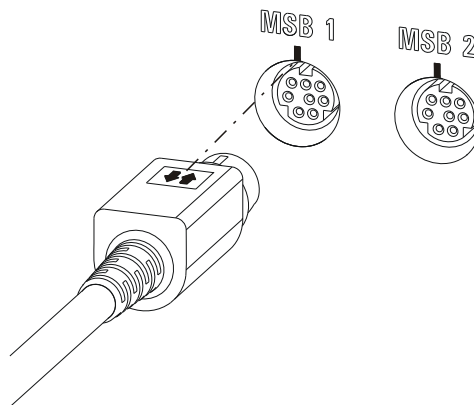

Figura 5 Conector MSB
- Al conectar asegúrese de que la parte plana del enchufe macho MSB marcado con flechas esté dirigida a la marca en el conector MSB (véase figura 5, página 16).